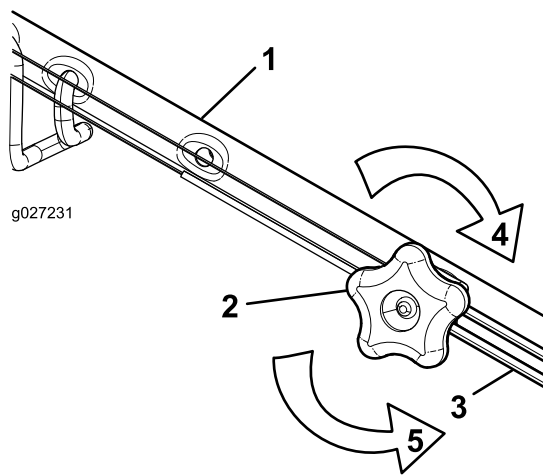

Bild 31
1. Drehen Sie das Handrad nach links, um die Zügeinstellung zu lösen (Bild 31).
2. Stellen Sie die Spannung des Zugs (Bild 31) ein, indem Sie ihn zurückziehen oder nach vorne drücken und dann in dieser Stellung arretieren.